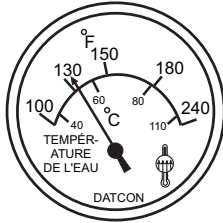

Figure 49. Jauge de Température de Réfrigérant
11. *L'indicateur de température du réfrigérant* (Figure 49) indique la température du réfrigérant. Normalement, la température du réfrigérant doit se situer dans la **zone verte** entre 165~215°F (74~101°C).